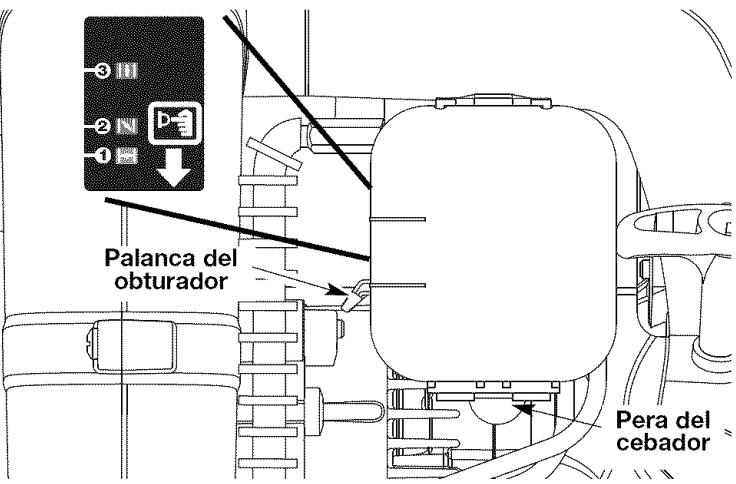

Fig. 12
ADVERTENCIA: Evite los arranques accidentales. Colóquese en posición de inicio cuando tire de la cuerda de arranque (Fig. 12). El operador y la unidad deben estar en una posición estable al arrancar la unidad para evitar graves lesiones personales. Para evitar lesiones personales graves, asegúrese de que los tubos de la sopladora estén colocados antes de hacer funcionar la unidad.
12. Una vez que el motor esté caliente, coloque la palanca del obturador en la Posición 3 (Fig. 12). La unidad está lista para ser utilizada.
SI... el motor titubea, regrese la palanca del obturador a la Posición 2 (Fig. 12) y siga calentándolo.